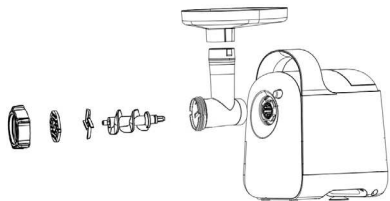

Рис. 1
- Вставьте головку мясорубки (7) в установочное место (4) (рис. 1), нажмите на кнопку фиксатора (3) и поверните головку мясорубки (7) против часовой стрелки до фиксации.
- Вставьте шнек (8) в корпус головки мясорубки (7).
- Установите крестообразный нож (9).
- Выберите одну необходимую решётку (10) и установите её поверх ножа, совместив выступы на решётке с пазами в корпусе головки мясорубки (7), закрутите гайку (11).
- Всегда во время работы используйте только толкатель (5).